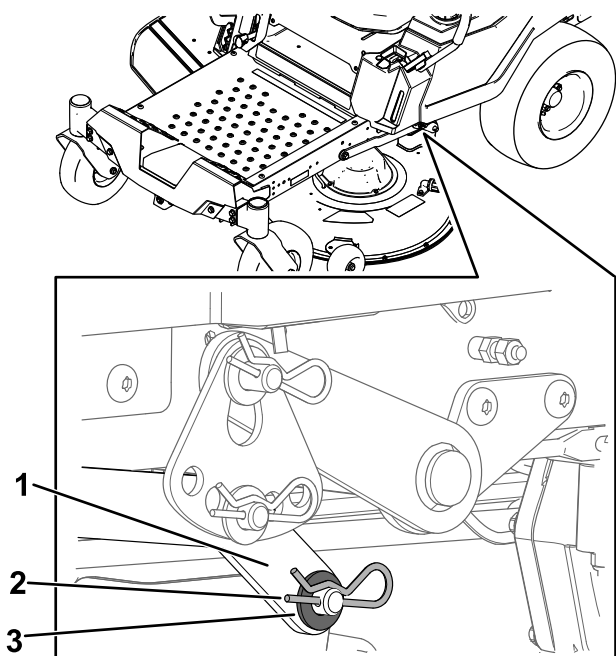

Bild 73
7. Entfernen Sie auf einer Seite der Maschine die Unterlegscheibe und den Splint vom Mähwerksstift (Bild 73).
8. Entfernen Sie den Hubarm vom Mähwerksstift (Bild 73).
5. Heben Sie auf einer Seite der Maschine die Rückseite des Mähwerks an und montieren Sie den Hubarm am Mähwerksstift (Bild 73).
6. Montieren Sie den Hubarm mit der Unterlegscheibe und dem Splint (Bild 73).